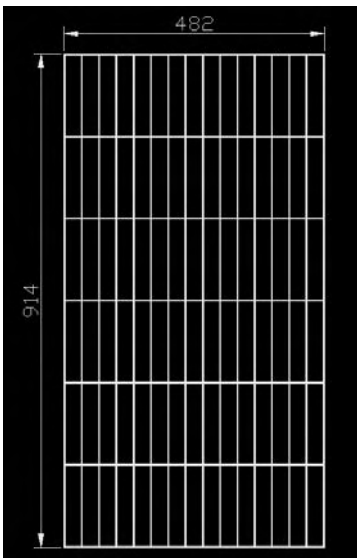

Fig.14.3
- 8 On obtient ainsi la structure portante du plafond avec une dimension extérieure de 482 x 914 cm (fig.14.3).